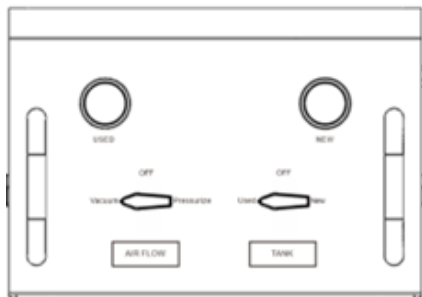

Fig 6.
3. No painel, rode a válvula esquerda "AIR FLOW" (FLUXO DE AR) para a posição "Vacuum" (Vácuo) e a válvula direita "TANK" (TANQUE) para a posição "Used" (Usado) (Fig. 6). Abra a válvula na mangueira do fluido usado (transparente) (Fig. 7) e, em seguida, abra a válvula na mangueira do fluido usado (Fig. 7). O anticongelante começará a fluir e será criado um vácuo de -20inHg tanto no depósito usado como no veículo, e o anticongelante começará a fluir.